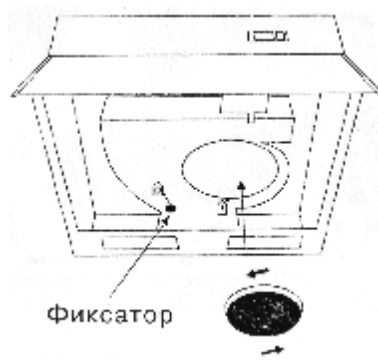

РИС. 5
- установите угольный фильтр (рис. 5).
- Фиксатор (рис. 5) должен находится в положении вытяжка (положение "А"). Возможно присоединение воздуховода к задней стенке зонта вытяжного, тогда верхнее отверстие закройте заглушкой, а переходник установите в отверстие на задней стенке